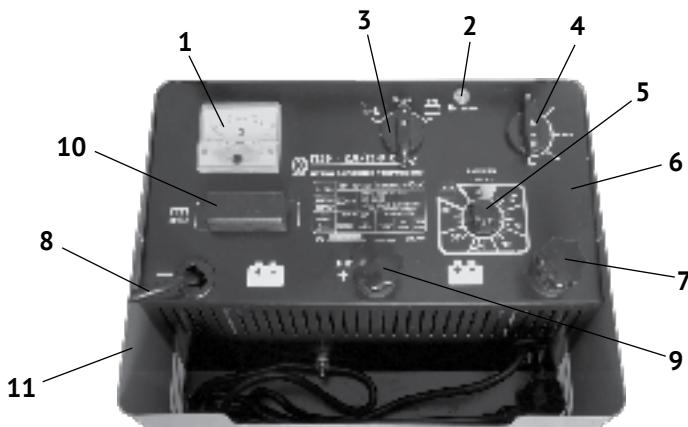

рис.1
1.6 Панель управления ПЗУ представлена на рис.1
1.7 Пуско-зарядное устройство состоит из электрических элементов, преобразующих переменный ток в постоянный и управляющих процессами зарядки и пуска АБ. Все элементы устройства расположены в металлическом корпусе (рис.1 поз.11). Элементы управления выведены на панель (рис.1 поз.6) в верхней части ПЗУ. В верхней части корпуса прикреплена ручка для удобства перемещения прибора.
К панели управления фиксаторами крепятся: кабель питания с вилкой и соединительный провод с зажимом «крокодил» чёрный - «-» (рис.1 поз.8). На панель управления (рис.1 поз.6) выведены клеммы 12 В (рис.1 поз.7) и 24 В (рис.1 поз.9), к которым гайкой-барашком крепится провод с зажимом «крокодил» (красный - «+») по ГОСТ Р МЭК 60335-2-29-2004.
1.8 Амперметр (рис.1 поз.1) на передней панели показывает силу тока во время процесса зарядки. Индикатор сети (рис.1 поз.2) загорается при подключении кабеля питания к розетке. Переключатель (рис.1 поз.3) имеет три положения: «выкл.», «зарядка» и «пуск». Регулятор тока зарядки (рис.1 поз.4) ПЗУ имеет 5 положений: «0» – выключен и «1-4» режимы зарядного тока (контролируется амперметром). Таймер (рис.1 поз.5) выставляет время зарядки АБ от 0 до 60
мин. В левой части панели управления под пластиковой крышкой (рис.1 поз.10), между двумя контактами, установлены плавкие предохранители 80А. В целях безопасности они закрыты пластиковой крышкой.
- установить (сняв крышку рис.1 поз.10) предохранители, если они не установлены;
- при отключённой вилке сетевого кабеля установите переключатель (рис.1 поз.3) в положение «зарядка» (Питание);
В начале зарядки переключателем (рис.1 поз.3) установите режим «зарядки».
Регулятором зарядного тока (рис.1 поз.4) установите один из 4-х режимов тока зарядки. Величина тока зарядки составляет приблизительно 0,1 ёмкости АБ. Если заряжаемая батарея имеет ёмкость 200 Ач, то ток зарядки составит 20А.
4.2 Амперметр (рис.1 поз.1) показывает величину зарядного тока. В процессе зарядки величина тока будет постепенно снижаться в зависимости от ёмкости и остаточной заряженности АБ. При закипании электролита в батарее, отключите ПЗУ выключателем (рис.1 поз.3), во избежание окисления пластин аккумулятора. Выждав некоторое время, вновь включите ПЗУ. Цикл зарядки повторится. Чем выше степень заряженности АБ, тем короче будут периоды заряда и длинее периоды отключения.
Перед началом работы в режиме «пуск» рекомендуется в течение нескольких минут провести зарядку АБ выставив регулятором (рис.1 поз.4) максимальный зарядный ток для повышения уровня заряженности АБ. Это увеличит пусковой ток аккумулятора, а, следовательно, и пусковой ток при пуске. Ведь пусковой ток равен сумме токов от АБ и ПЗУ.
5.1 При отключённой вилке сетевого кабеля, установите переключатель (рис.1 поз.3) в положение «пуск». Присоедините, соблюдая полярность, соединительные провода ПЗУ зажимами «крокодил» к клеммам аккумуляторной батареи.
5.3 Ключом зажигания включите стартер. Если двигатель не запускается в течение 3 секунд, выключите ПЗУ выключателем (рис.1 поз.3). Через 1,5-2,0 минуты произведите повторный запуск.
- выключить ПЗУ выключателем (рис.1 поз.3);